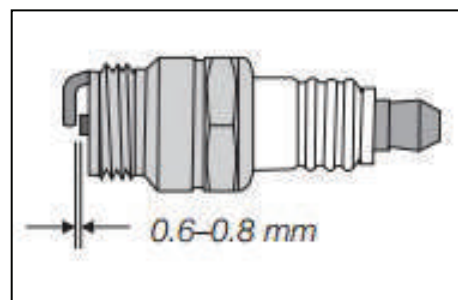

Рис. 34
1. Снимите колпачок свечи зажигания. (Рис. 34)